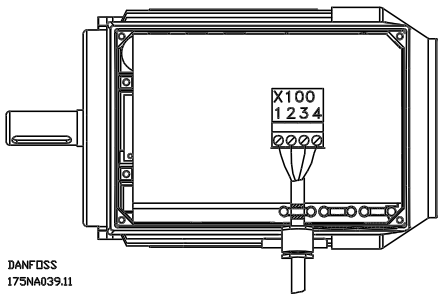

Fig. 3 / Abb. 3
4. Monter det medleverede kabel mellem FCM 300 og betjeningsenheden, og displayet vil være klar. Se fig. 3.
4. Mount the delivered cable between FCM 300 and the control unit. Now the display will work. See fig. 3.
4. Das mitgelieferte Kabel zwischen FCM 300 und der Fernbedienungseinheit montieren. Jetzt ist das Display betriebsbereit. Siehe Abb. 3.